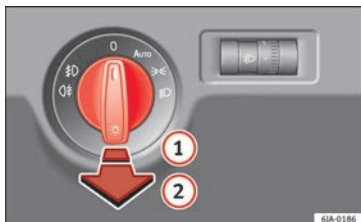

Fig. 132 Combiné d'instruments : commande des feux.
- Tournez la commande des feux » » **fig. 132** en position **AUTO**, » ou ».
- Tirez sur la commande des feux jusqu'à la position **①**.
- Tournez la commande des feux » » **fig. 132** » » page 128 en position **AUTO**, » ou ».
- Tirez sur la commande des feux jusqu'à la position **②**.